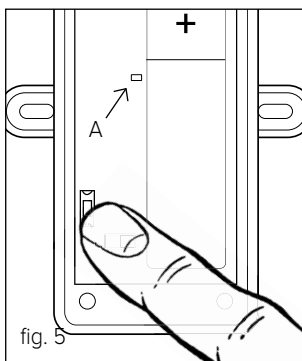

fig. 5
- Premere il tasto sulla scheda della sonda esterna fino a quando il led rosso A si accende per circa 2 secondi (fig. 5), premere nuovamente il tasto per inviare al ricevitore il valore della temperature misurata.